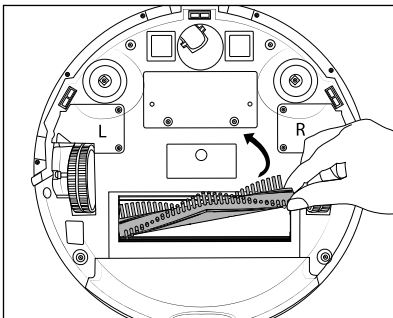

Abb. 15
- ◆ Fassen Sie die Bürstenrolle 18 an der rechten Seite und nehmen Sie sie aus dem Gerät (siehe Abb. 15). Entfernen Sie Haare und Schmutz mit der Reinigungsbürste 10.